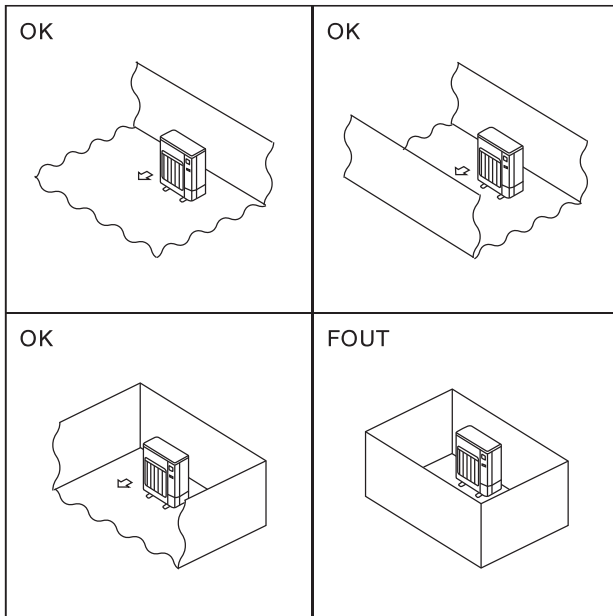

Fig. 2-1
- Ⓞ Installeer buitenapparaten op een plaats met minimaal een van de vier zijden open en in een ruimte zonder verlagingen die voldoende groot is. (Fig. 2-1)